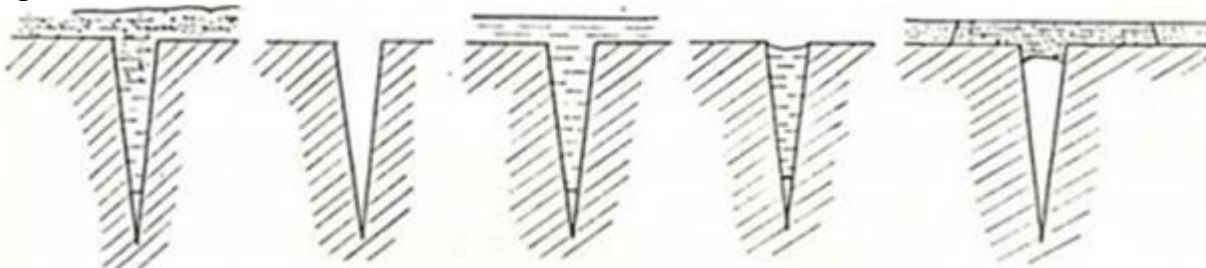

Рисунок 1 - Последовательность операций при цветном методе контроля
2.1 Подготовка поверхности (рис. 1 - поз. 1). Поверхность детали очищается от грязи, ржавчины, окисной пленки, лакокрасочного покрытия (если деталь окрашена) и обезжиривается промывкой бензином, разбавителем или ацетоном. Поверхность подсушивают горячим воздухом или дают высохнуть. На очищенную поверхность наносится проникающая красная краска.
2.2 Нанесение красной краски (рис. 1 - поз. 3).
2.3. Удаление красной краски (рис. 1 - поз. 4).
2.4. Нанесение белой краски (рис. 1 - поз. 5).